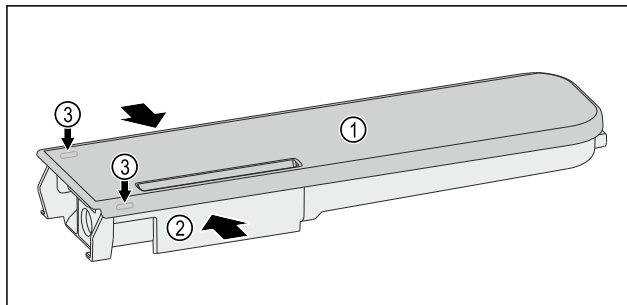

Fig. 125
- ▶ Притисніть бак для води Fig. 125 (2), обережно підчепіть і потягніть угору кришку Fig. 125 (1) за допомогою фіксувальних язичків Fig. 125 (3).
- ▶ Обережно порушайте кришку Fig. 125 (1) вперед-назад і зніміть її вгору.